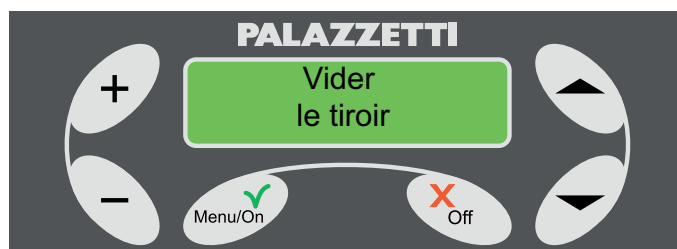

Fig. 1.5.2
- 2) En appuyant sur la touche Menu / Bouton affiche "Vider le tiroir" (Figure 1.5.2);